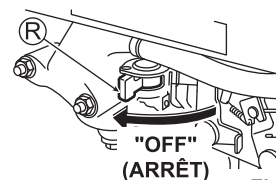

Fig. 15
3. Placez le robinet de carburant (R) sur "OFF" (ARRÊT). (Voir Fig. 15)